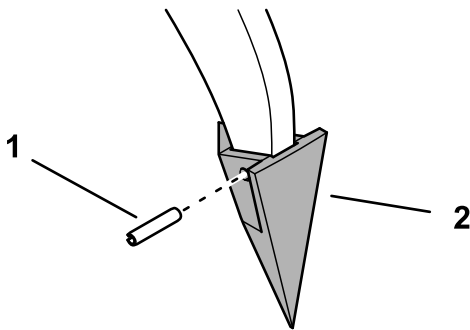

Figura 9
1. Rimuovete il perno cilindrico che fissa la punta all'estremità del dente e rimuovete la punta (Figura 9).
2. Montate una nuova punta sull'estremità del dente e fissatela con il perno cilindrico (Figura 9).